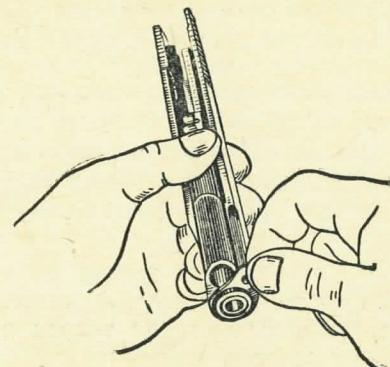

Рис. 78. Как вынуть направляющую втулку
5) вынуть направляющую втулку: повернув ее на 180°, вынуть из кожуха затвора вперед (рис. 78);